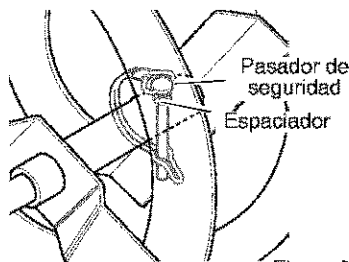

Figura 84
3. Alinee el agujero de la barrena con el agujero del eje de la barrena. Instale el nuevo **pasador de seguridad y espaciador**. Figura 84.